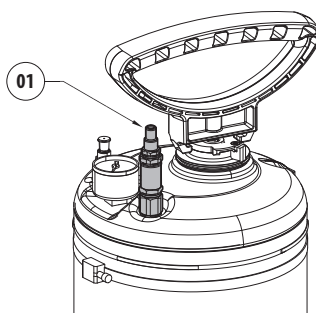

Abb. 26
Die Druckluftleitung mit dem Druckluft-Füllventil (01) verbinden. Wenn der gewünschte Druck erzeugt wurde, die Druckluftleitung entfernen. (Abb. 26, Seite 17).